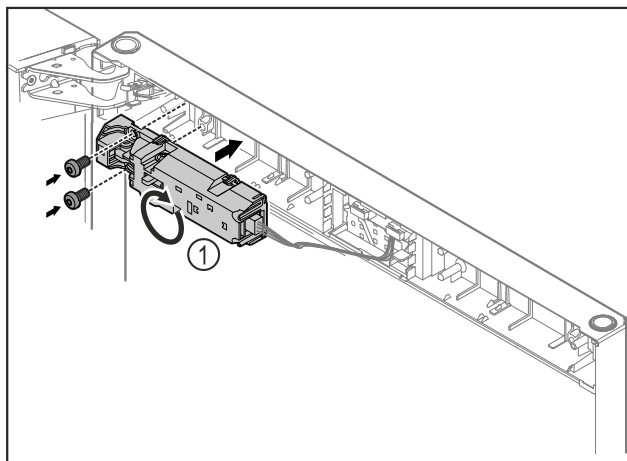

Fig. 13
- ▶ Поверніть дистанційний замок Fig. 13 (1) на 180° і закріпіть на протилежній стороні.